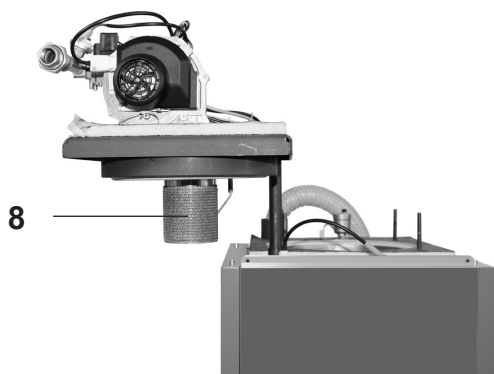

Fig. 35
2. Ridicați și răsuciți arzătorul cu ușa cazanului deschisă în lateral (8, Fig. 35)